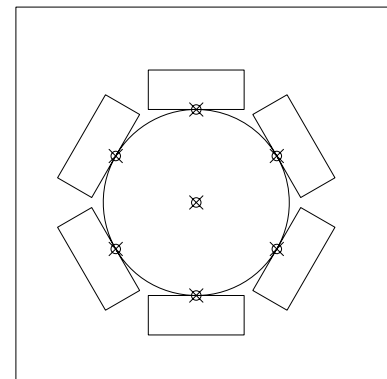

Abb. 3.5 Reihe mit polarem Raster
Zum Mehrfachkopieren im Rechtecks- bzw. polaren Raster (siehe **Abb. 3.5, 3.3**) dient der Menüpunkt
4. das Kopierzentrum beim polaren Raster (siehe **Abb. 3.5**)